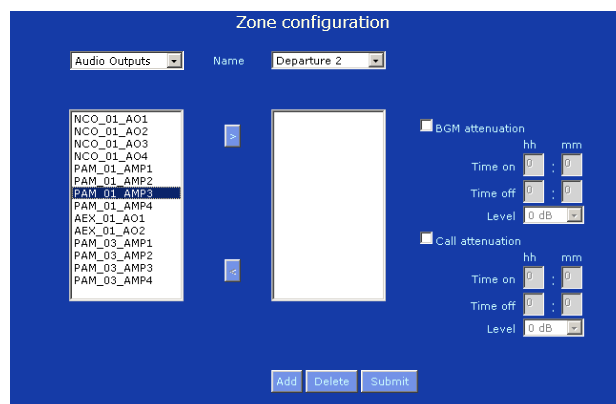

figura 34.7: Nuova zona, passaggio 5
- 5 Selezionare l'uscita che deve essere aggiunta alla zona dalla casella a sinistra. Ad esempio, *PAM_01_AMP3* (vedere figura 34.7).